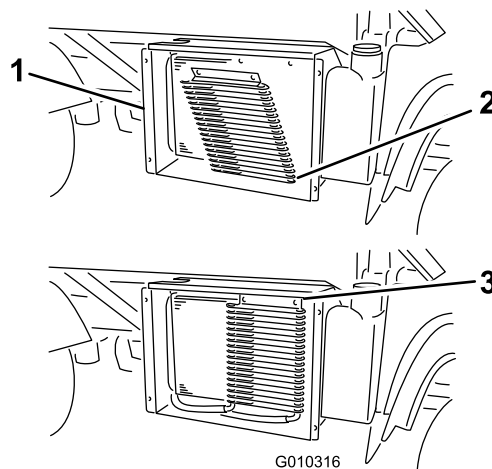

Figura 13
1. Inserite le linguette di montaggio del refrigeratore nelle fessure sotto il radiatore (Figura 13).
2. Ruotate il refrigeratore verso l'alto e bloccatene la parte superiore sul radiatore con fissaggi da 1/4 di giro (Figura 13).